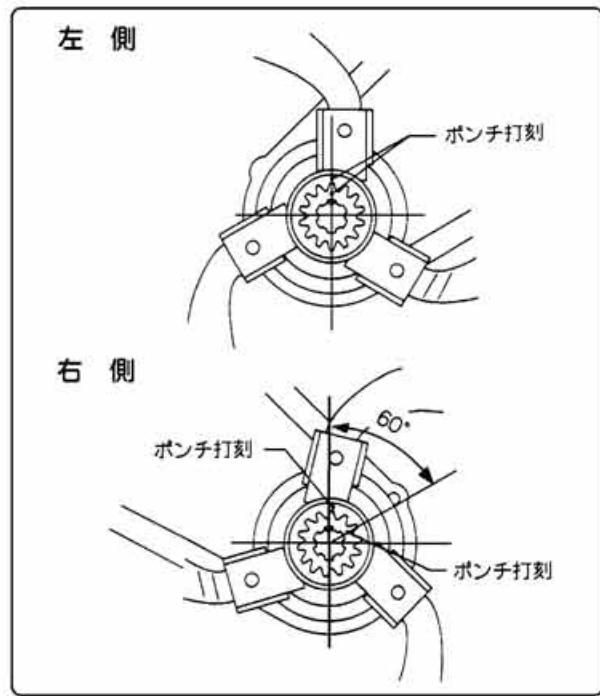

図39
- ①クロス刃受の組付は図39を参照にして組付けしてください。